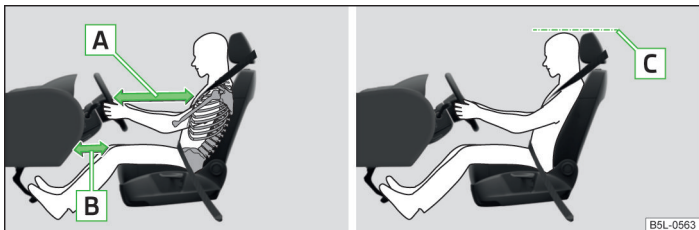

Fig. 135 Poziția corectă a șoferului / tetiera corect reglate
- Reglați volanul astfel încât distanța dintre volan și torace să fie de cel puțin 25 cm [A] » fig. 135 și distanța dintre picioare și planșa de bord, în zona airbagului pentru genunchi, să fie de minim 10 cm [B].
- Reglați tetiera astfel încât marginea superioară a tetierei să se afle, pe cât posibil, la aceeași înălțime cu partea superioară a capului dumneavoastră [C] » fig. 135 la pagina 168.
- Reglați tetiera astfel încât marginea superioară a tetierei să se afle, pe cât posibil, la aceeași înălțime cu partea superioară a capului dumneavoastră  » fig. 135 la pagina 168.